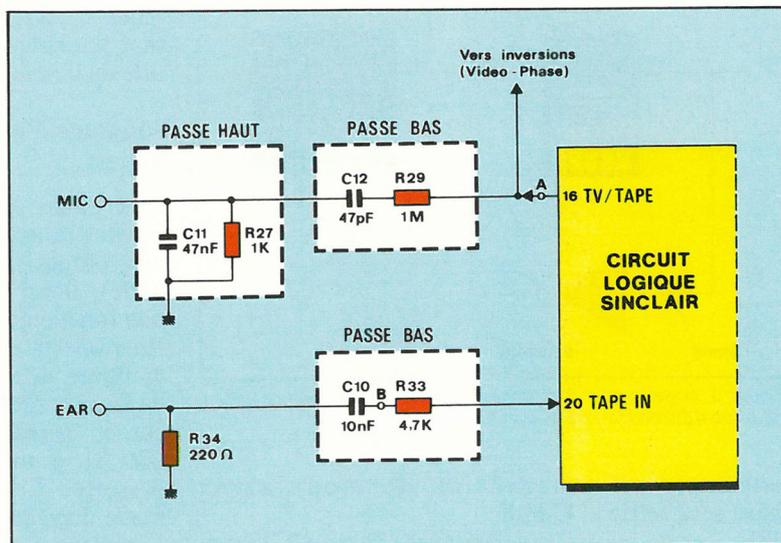

Fig. 1. - Les filtres « RC » équipant le ZX 81 permettent l'atténuation et la sélection du signal utile.
Après l'exécution de la commande Basic SAVE, le circuit logique du ZX 81 est activé et sa sortie T.V./TAPE change d'état (fig. 1).
Photo 1. - a) Signal observé à l'oscilloscope au point « A » (fig. 1) du ZX 81 « émetteur ». Neuf impulsions transmettent un « 1 » tandis que quatre un « 0 ».
b) Signal prélevé au point « B » (fig. 1) du ZX 81 « récepteur ».
La lecture de la cassette va donc nécessiter une amplification avant d'attaquer le micro-ordinateur car, sur le schéma électrique d'entrée (fig. 1), on s'aperçoit que notre signal passe par un filtre passe-haut avant d'être appliqué au circuit logique. Il faut donc se rapprocher des niveaux logiques pour compenser l'atténuation introduite par ce filtre.